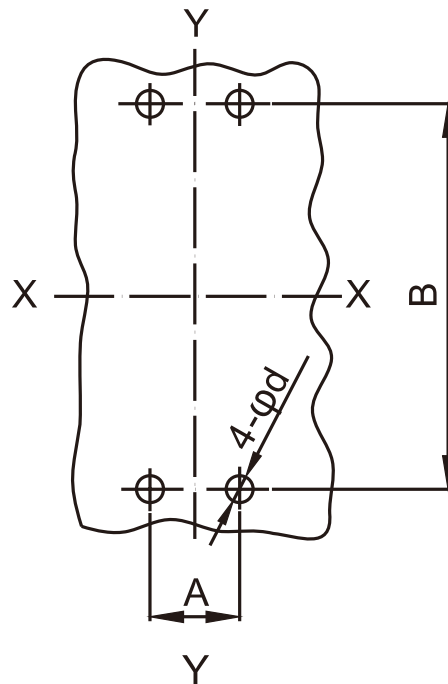

图5 板前接线安装板开孔尺寸
(3)板前接线安装板开孔尺寸见图5、表11 (X-X、Y-Y为断路器中心)